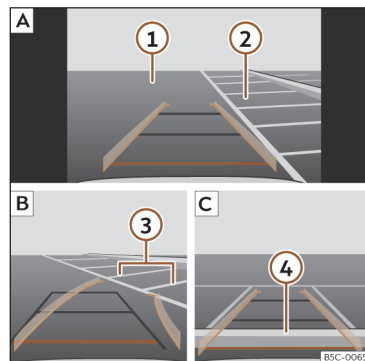

Fig. 154 Visualización en la pantalla del sistema de infotainment: aparcamiento con el asistente de marcha atrás.
Leyenda de la >>> **fig. 154:**
- Sitúe el vehículo delante del hueco de aparcamiento >>> **fig. 154** **2** **A**.